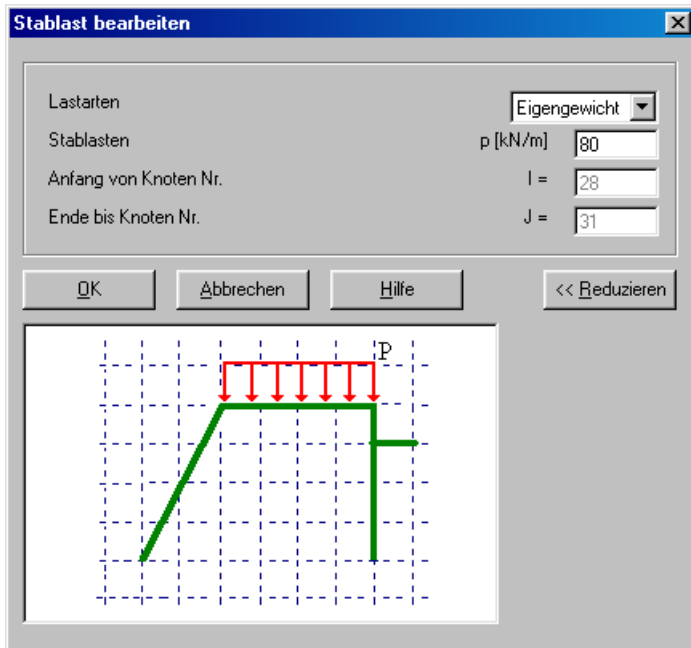

Bild 8-31 Dialogfeld "Stablast bearbeiten"
- Doppelklicken Sie die linke Maustaste auf dem gewünschten Stab mit der gleichförmig verteilten Last. Das folgende Dialogfeld im Bild 8-31 erscheint